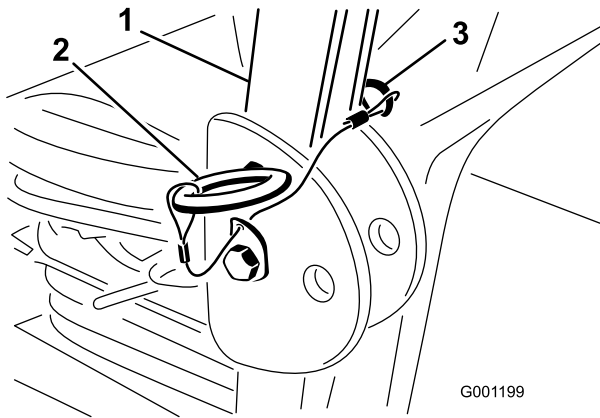

Figura 7
1. Con la barra antivuelco en la posición elevada, retire las chavetas y los 2 pasadores (Figura 7).